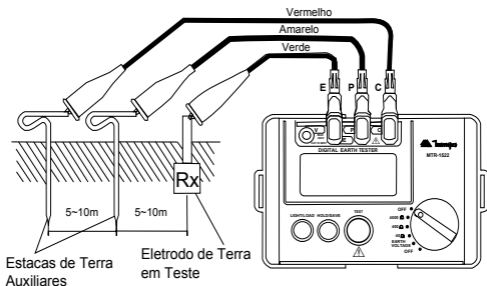

Figura 2
Coloque as duas estacas na terra. A distância mínima entre o eletrodo (E), a sonda (P) e a estaca auxiliar (C) deve ser de 5 ~ 10 metros, como mostra a Figura 2.